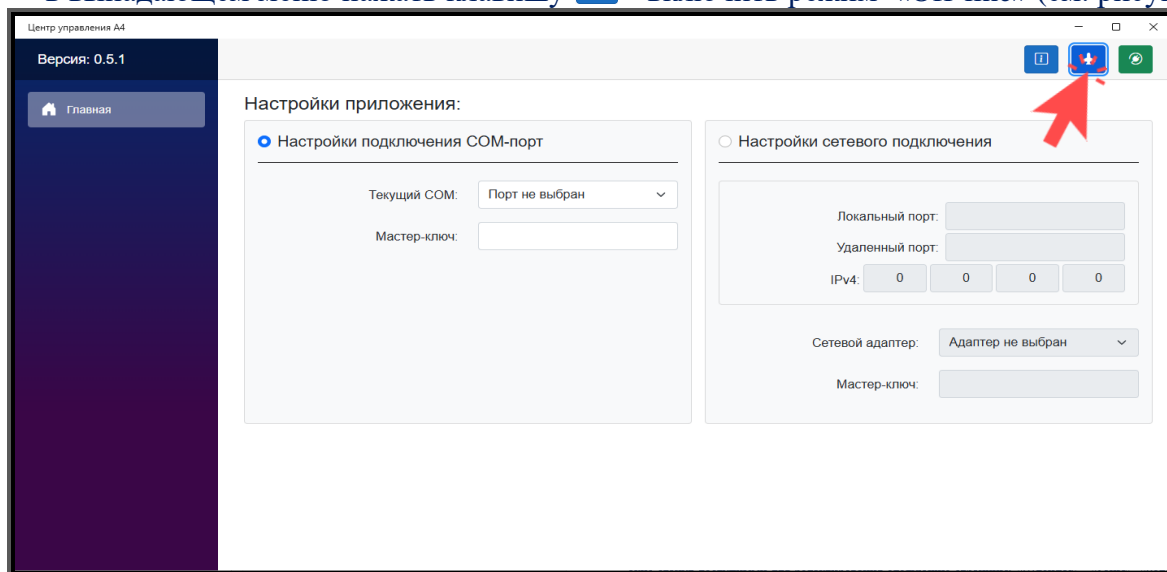

Рис. 8. Скриншот окна меню «Настройки приложения» и выбор режима «Off-line»
- ✓ в выпадающем меню нажать клавишу  - включить режим «Off-line» (см. рисунок 8).